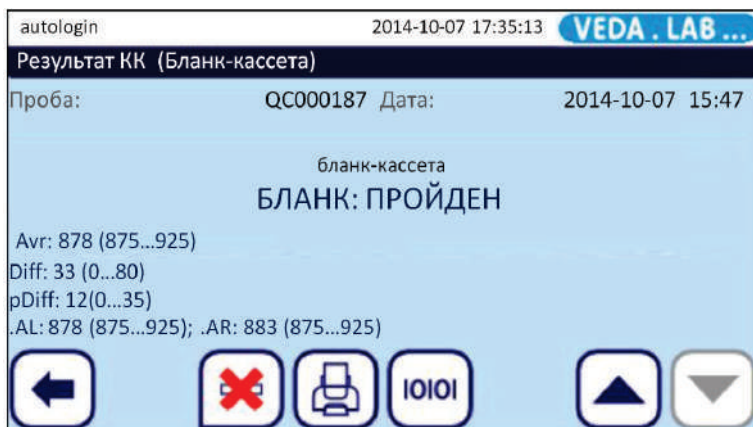

Рис. 37: Меню Результаты КК (QC Result).
В меню **База данных КК (QC Database)** коснитесь кнопки **Просмотр** 5 на Рис. 35). Появится окно меню **Результат КК (QC result)** (см. Рис. 37), отображающее список всех данных в выбранной записи результата КК.
- Коснитесь кнопки **Просмотр** (5 на Рис. 35), а затем в появившемся окне меню **Результат КК (QC result)** коснитесь кнопки  (**Удалить**) см. Рис. 37.